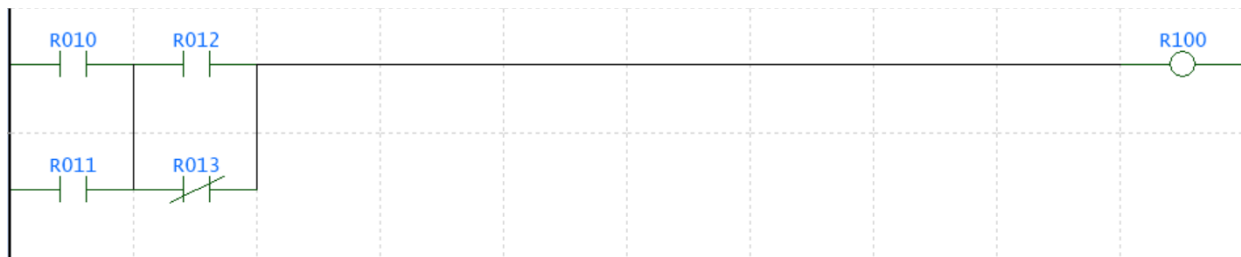

Figure 4(d)
- (d) Construct an equivalent logic gate circuit for the ladder logic diagram shown in Figure 4(d).